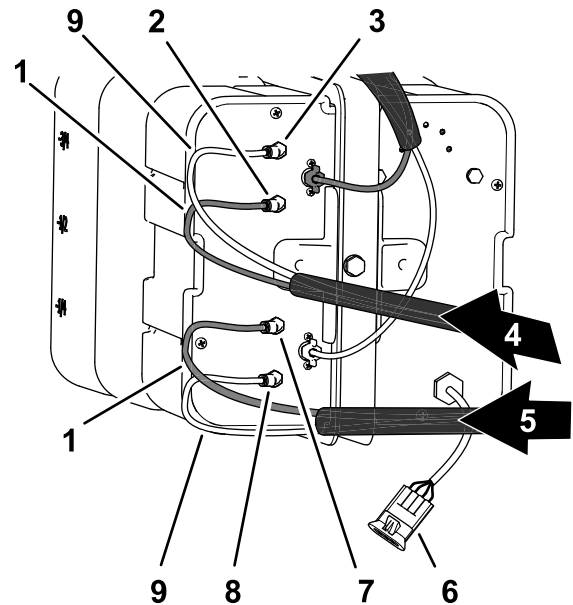

Figura 22
1. Encaminhe os tubos de espuma para a rampa direita como se mostra na Figura 22.
2. Insira o tubo transparente na união ar no lado da placa do compressor (Figura 22).
3. Insira o tubo azul na união líquido no lado da placa do compressor (Figura 22).
4. Encaminhe os tubos de espuma para a rampa esquerda como se mostra na Figura 22.
5. Insira o tubo transparente na união ar no lado da placa do compressor (Figura 22).
6. Insira o tubo azul na união líquido no lado da placa do compressor (Figura 22).